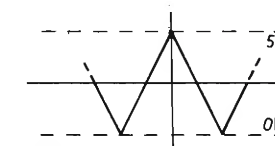

figura 16
3) Osservate il triangolino in output: deve essere come in figura 16 cioè l'onda deve essere perfetta e andare da 0 a +5 V.